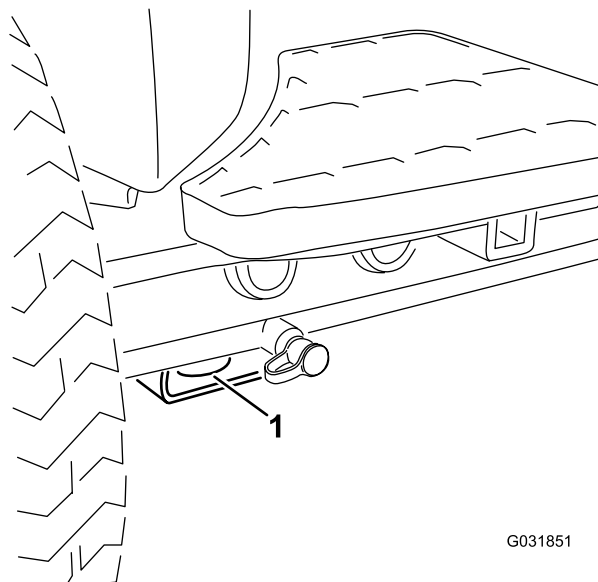

Figura 41
- **Parte anteriore della macchina** – Il foro nel supporto rettangolare, sotto il tubo dell'assale, all'interno delle ruote anteriori (Figura 41).